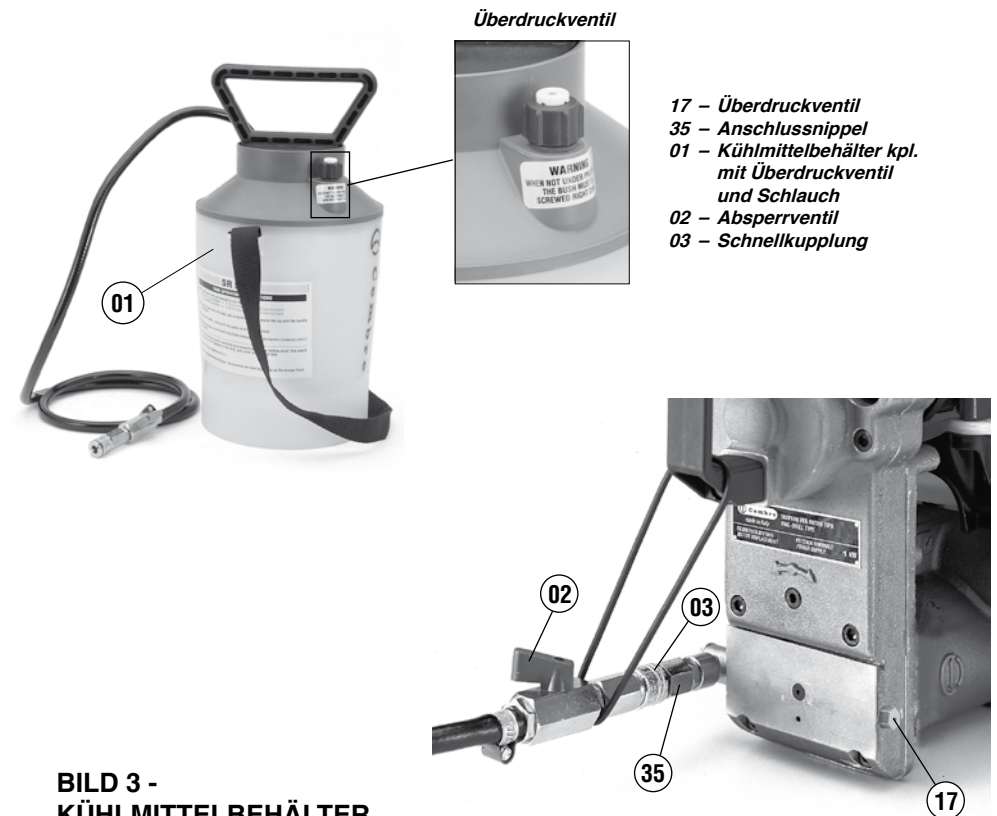

BILD 3 - KÜHLMITTELBEHÄLTER
- Bei den Bohrvorrichtungen ist der Anschlussnippel (35) an der Bohrvorrichtung und das Überdruckventil wie nach Bild 3 befestigt. Bei Bedarf können die Anschlüsse auch auf der anderen Seite der Bohrvorrichtung montiert werden.